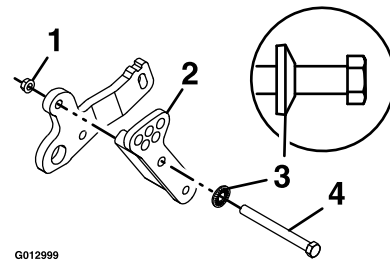

Figura 5
- Conecte el soporte del actuador al brazo de elevación de la carcasa trasera con un tornillo (7/16 x 4-1/2 pulgadas), una arandela de disco de muelle (7/16 pulgada) y una tuerca de reborde (7/16 pulgada), como se muestra en Figura 5. Apriete a mano contra el soporte.